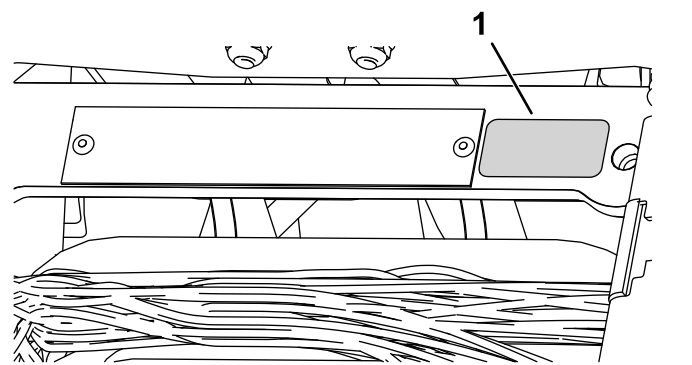

図10
- シリアルプレートの近くに製造年デカルを貼りつける図10。